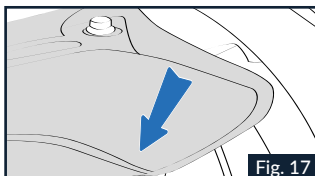

Fig. 17
1.3 Enlever la languette arrière de la mousse intérieure de confort de la mousse de joue gauche de l'interstice situé entre le joint arrière et la calotte interne en polystyrène. Ensuite, retirer complètement la mousse de la mousse de joue du casque (Fig.17).
6.1 Introduire la languette arrière de la mousse intérieure de confort de la mousse de joue gauche dans l'interstice situé entre le joint arrière et la calotte interne en polystyrène (Fig. 17).